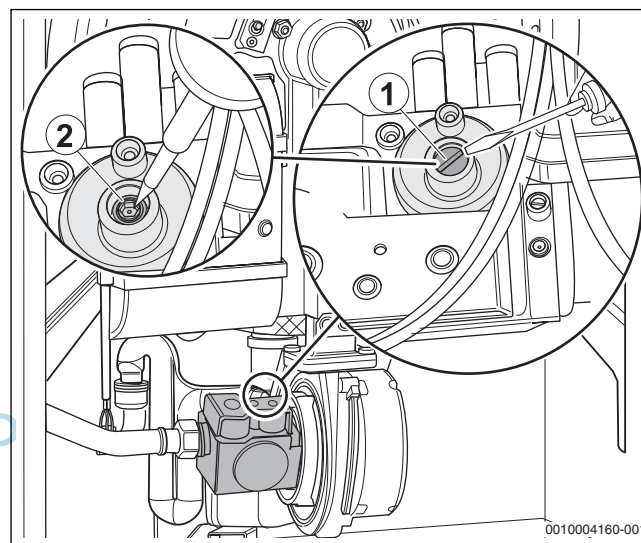

Bild 53 CO₂-Einstellung bei Teillast prüfen
- ▶ Abdeckschraube der Teillast-Einstellschraube entfernen (→ Bild 53, [1], Seite 29).
- ▶ Bei CO₂-Werten unter 9,8 % oder über 10,8 %, die Einstellung an der Kleinlast-Einstellschraube korrigieren (→ Bild 53, Seite 29 und Tabelle 10).